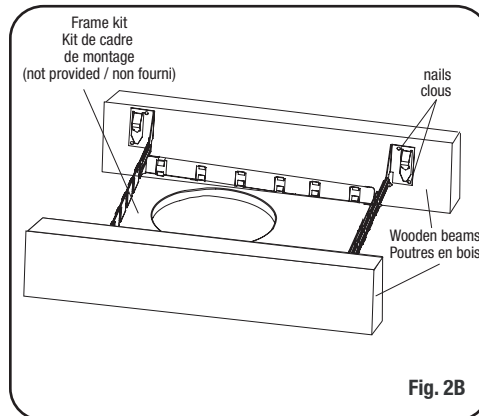

Fig. 2B
2. Install the frame kit (not provided) into the false ceiling between two wooden beams by using nails (Fig. 2B).
2. Monter le kit de cadre de montage (non fourni) dans le faux plafond entre les deux poutres en bois en utilisant des clous de fixation (Fig. 2B).